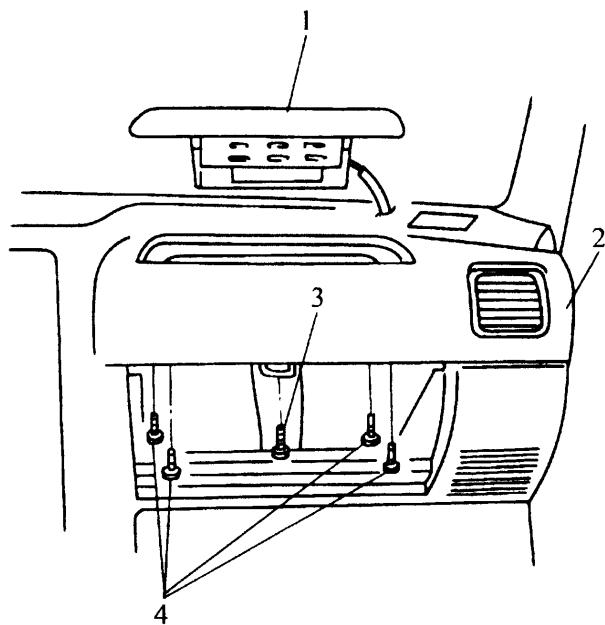

图 10-46 拆卸副驾驶员安全气囊模块
- (1) 将点火开关置于 LOCK 位置，取下钥匙，戴上护目镜。
- (2) 将前座椅和仪表板上所有松散物品取走。
- (3) 断开驾驶员安全气囊模块连接器，副驾驶员安全气囊模块需在拆下仪表板上的杂物箱后拆下。
- (4) 将引爆线束连接器接到转向柱底部的驾驶员安全气囊线束连接器上或接到副驾驶员安全气囊模块上，并用锁止卡子锁死连接器。
- (5) 将引爆线引到汽车外面，确定汽车内外无人、无易燃品。
- (6) 将引爆线束完全拉开至 10m 长。
- (7) 在引爆线短接端附近放置电源，蓄电池即可。
- (8) 用一块下垂的布盖住挡风玻璃和前门窗开启部位。
- (9) 分开引爆线束上的两个香蕉插头，接至电源，即可引爆安全气囊，见图 10-46。
- (1) 拆下蓄电池负极电缆。
- (2) 脱开安全气囊系统。
- (3) 拆下副驾驶员安全气囊模块安装螺栓, 拆下副驾驶员安全气囊模块, 见图 10-46。